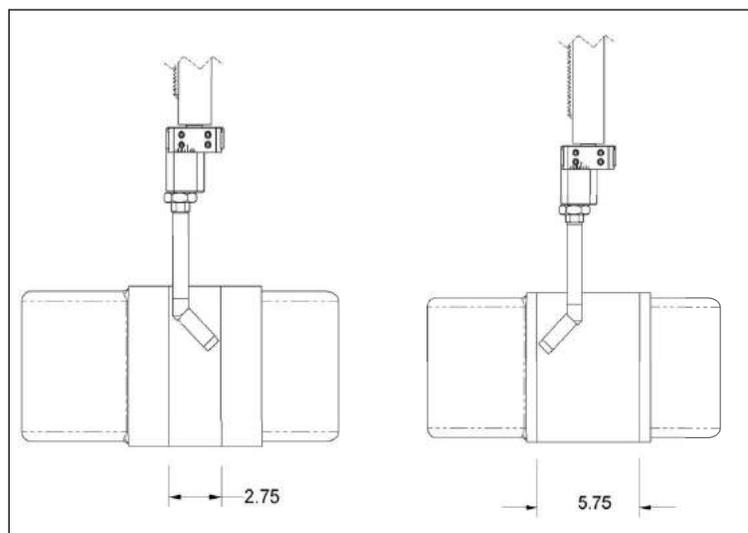

Рис. 3-7. ГОРЕЛКА, УСТАНОВЛЕННАЯ В ПОВОРОТНОЙ ГАЙКЕ
2. Прикрепите горелку (и удлинители, если требуется) к поворотному креплению станка и закрепите горелку в соответствующем положении поворотной гайкой 38 мм (1,5 дюйма), как показано на рис. 3-7.